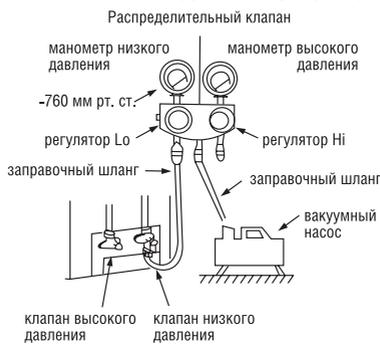

Рис. 25
(см. рис. 25)
5. После окончания удаления воздуха, полностью закройте вентиль Lo и выключите вакуумный насос. Продолжительность вакуумирования не менее 15 мин. Давление на манометре должно стать равным  $-1.0 \times 10^5$  Па ( $-760$  мм рт.ст.) (рис. 25).